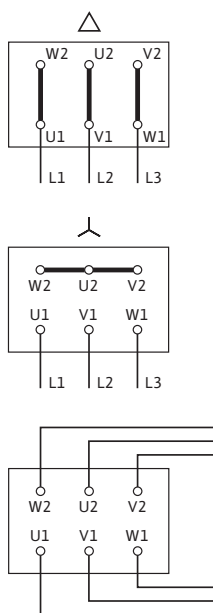

Fig. 8: Síťová přípojka
- Síťová přípojka ke svorkovnici závisí na výkonu motoru P₂, na síťovém napětí a na druhu startu. Potřebné spínání spojovacího mostu ve svorkovnici najdete v následující tabulce a Fig. 8